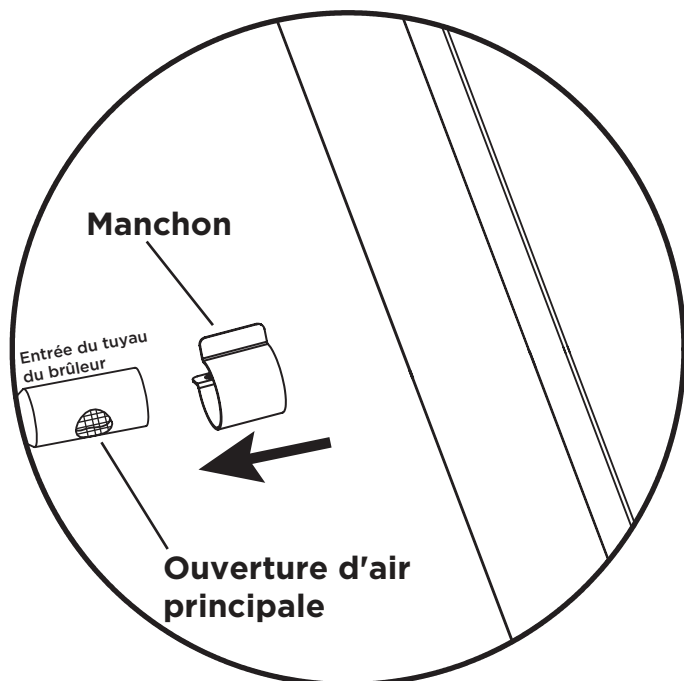

Fig. 1
7. Glisser le manchon sur l'ouverture d'air principale (voir Fig. 1). Ensuite, visser la nouvelle tête d'injecteur GN dans l'entrée du tuyau du brûleur (voir Fig. 2).